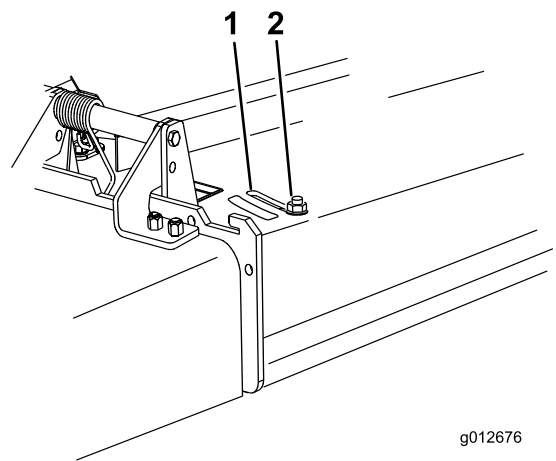

Figure 29
- Pour régler le déflecteur, desserrez l'écrou (Figure 29).